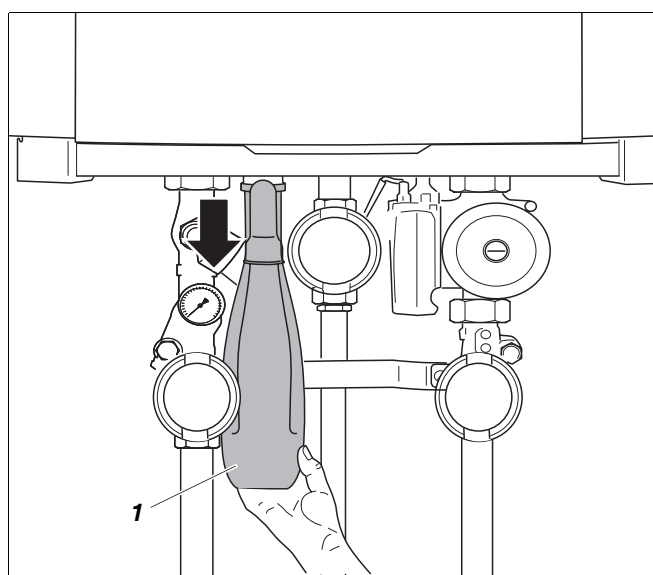

Рис. 118 Отсоединение сифона от группы подключения
- Отсоединить сифон от муфты и извлечь (Рис. 118, **поз. 1**).